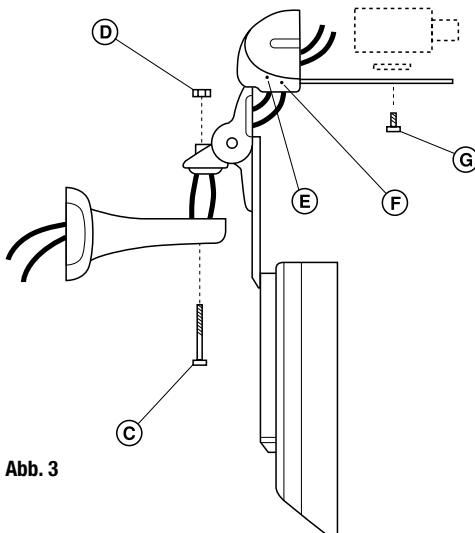

Abb. 3
6. Verlegen Sie die Kabel im Gelenk, und befestigen Sie es mit der Schraube (C) und der Mutter (D) am Wandarm (Abb. 3).
8. Führen Sie die Kabel durch die Gummilaschen (E), und befestigen Sie die zwei Schrauben in der Mitte der beiden Platten (F) (Abb. 3).
Verwenden Sie dazu die Schraube (G) und die Isolierplatte (Abb. 3).